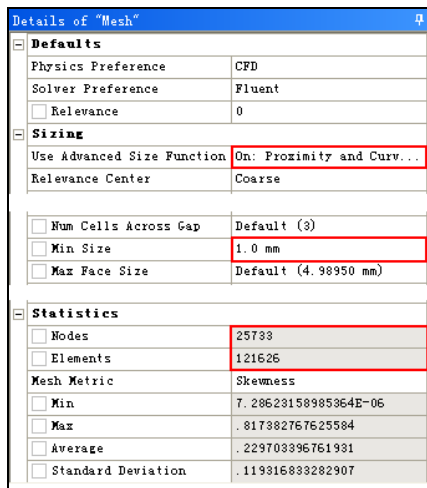
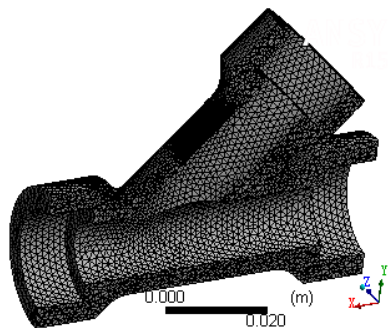

图 3-71 网格状态
图 3-72 网格效果
- 步骤 06** 在 Min Size 中输入 1.0mm, 如图 3-71 所示, 执行 ⚡ Generate Mesh 命令生成网格, 网格效果如图 3-72 所示。此时厚度方向仍然有多个单元但网格数量相对较少。